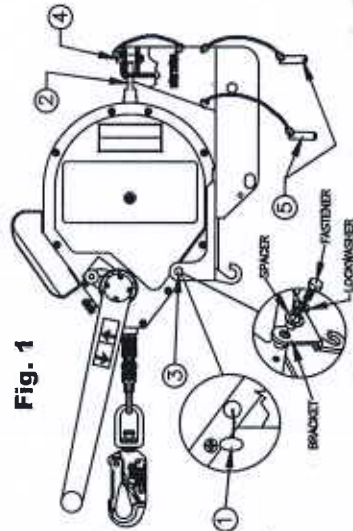

Fig. 1
5.2 Installation du câble MightEvac au support de fixation (Réf. Fig. 1)